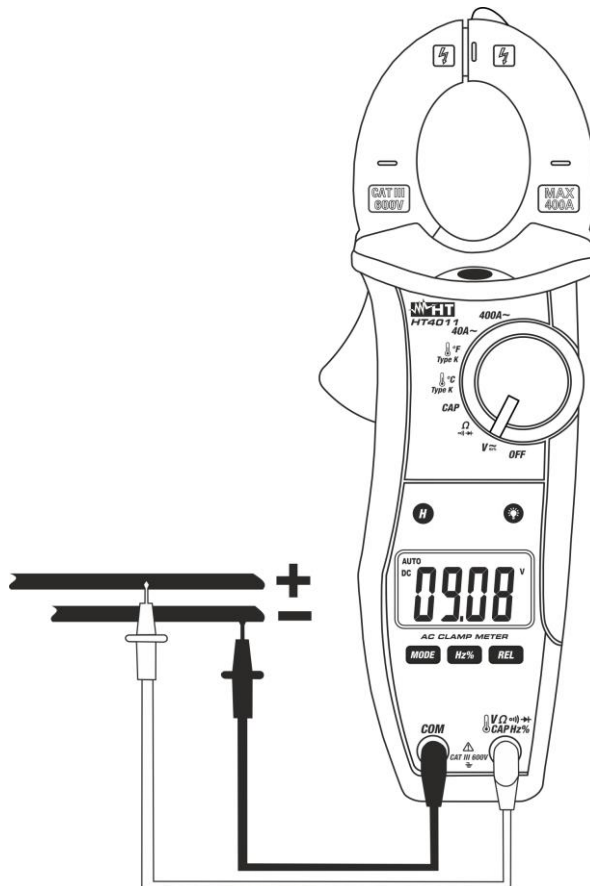

Abb. 3: Verwendung der Zange für Gleichspannungsmessung
3. Stellen Sie die Messleitungen in die gewünschten Punkte des zu messenden Kreises (Abb. 3). Der Spannungswert erscheint auf dem Display.
5. Das Symbol "-" auf dem Display des Gerätes gibt an, dass die Spannung die umgekehrte Richtung mit Bezug auf die Verbindung in Abb. 3